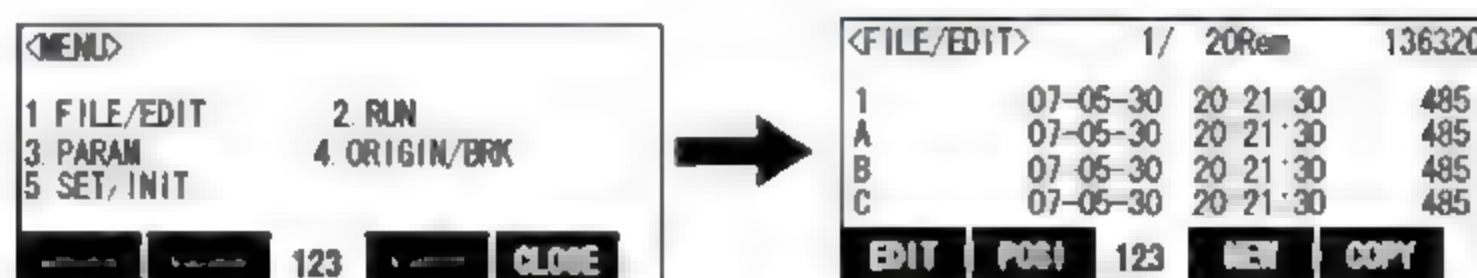

图 29-5 文件及编辑屏幕
- (4) 在<MENU>屏上选择“1. FILE/EDIT”,如图 29-5 所示。